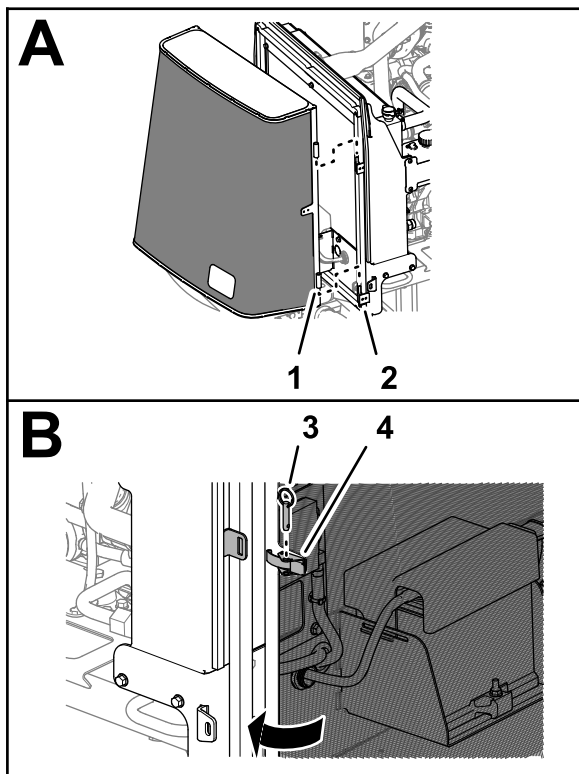

Рисунок 21
1. Наденьте шарниры решетки на стержни шарниров на раме радиатора (Рисунок 21).
2. Закройте решетку и прикрепите ее к раме радиатора с помощью защелки (Рисунок 21).
3. Вставьте штифт с кольцом в отверстия защелки (Рисунок 21).